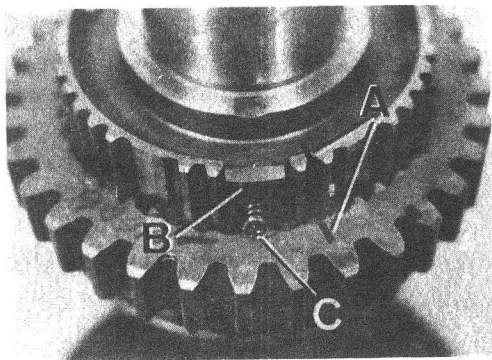

Fig. C1-129 Montaje conjunto eje principal
- 3.3. Situar los bloques deslizantes, B (Fig. C1-129) en sus alojamientos del cuerpo interior, con las superficies redondeadas hacia el exterior e introducir los tres resortes, C, a través de los orificios de los bloques deslizantes, de forma que queden alojados en las concavidades del cuerpo interior de sincronización.